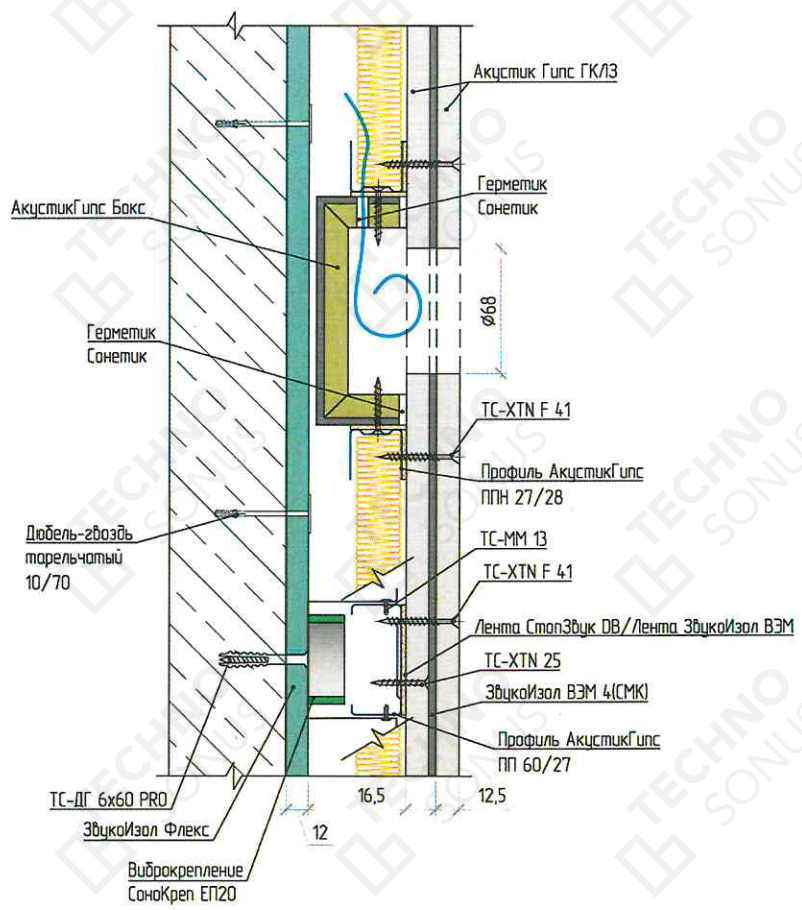

Рисунок 9 – Устройство звукоизоляции розеток в каркасной облицовке «Премиум М». АкустикГипс Бокс
6.10. Выполнить установку звукоизоляционных подрозетников АкустикГипс Бокс (если предусмотрена проектом именно эта модель) при помощи устройства перемычек-закладных из профиля направляющего АкустикГипс Профиль ППН 28x27 (см. рисунок 9). Перед установкой АкустикГипс Бокс, в коробе необходимо просверлить отверстие диаметром больше сечения провода на 5 мм. Через него заводим провод и фиксируем к закладным на саморезы ТС-ММ 4,2x13. Важно установить АкустикГипс Бокс в одну плоскость с каркасом. После установки заполняем отверстие вокруг провода виброакустическим герметиком Сонетик.